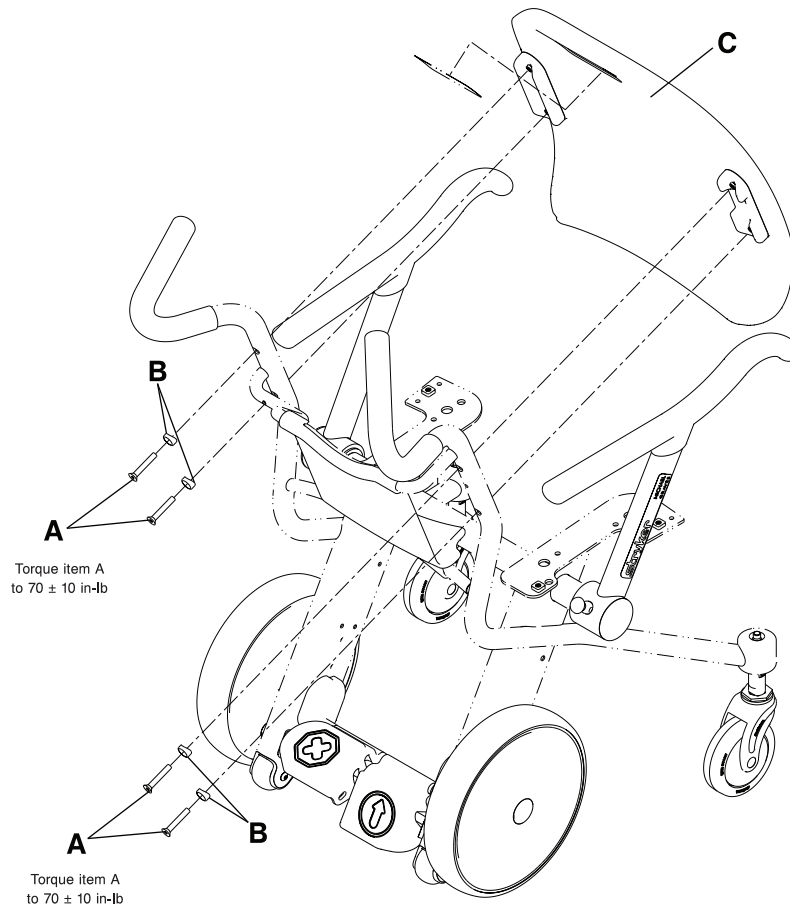

Figure 2-20 : Démontage du dossier
2. À l'aide d'une clé à 6 pans de 3/16", retirer les quatre vis d'assemblage à tête fraisée plate (A) et les adaptateurs (B) pour retirer le dossier (C) du châssis du fauteuil. Conserver les vis, les adaptateurs et le dossier (Figure 2-20 à la page 2-36).
3. Lors de la réinstallation du dossier, utiliser une clé à 6 pans de 3/16" pour réinstaller les quatre vis d'assemblage à tête fraisée plate (A) et les adaptateurs (B) (retirés à l'étape 2) pour fixer le dossier (C) au châssis du fauteuil (Figure 2-20 à la page 2-36). À l'aide d'une clé dynamométrique de 3/8", serrer les vis à un couple de  $70 \pm 10$  in-lb ( $8 \pm 1,1$  Nm).